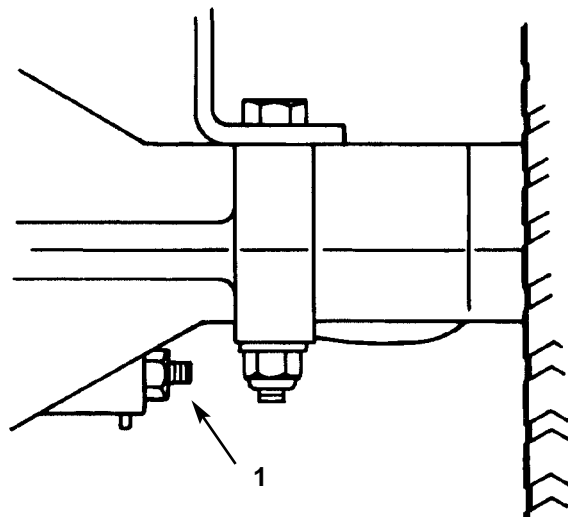

Fig. 15
Il freno si trova a destra del ponte posteriore, all'interno dei pneumatici posteriori (Fig. 15). Se il freno non tiene con sicurezza ovvero se la forza di arresto è insufficiente, sarà necessario regolarlo.
2. Per incrementare la resistenza di frenatura serrate di 1/8 di giro in senso orario il dado di regolazione del freno (Fig. 15), quindi verificate di nuovo il freno. Continuate a regolare e verificare fin quando il freno sarà correttamente regolato.